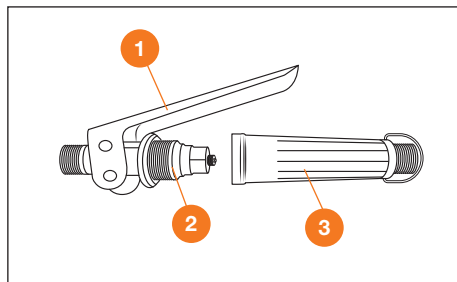

Рис. 21
Разберите рукоятку управления: открутите рукоятку ③, нажмите на рычаг ① откроется перепускной механизм ②, смажьте его силиконовой смазкой, плотно закрутите рукоятку ③ на место (Рис. 21).